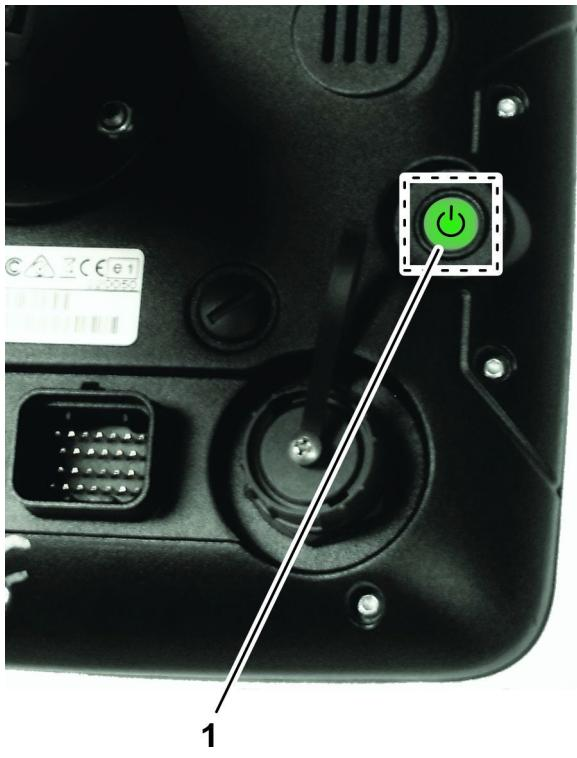

Figura 10
- **Nota:** Quando necessario, è possibile ACCENDERE l'impianto di irrorazione X25 spingendo il pulsante di alimentazione nella parte posteriore del quadro di comando (Figura 10).
Nota: In caso di emergenza, potete premere il pulsante di alimentazione nella parte posteriore del quadro di comando (Figura 10) per spegnere l'impianto di irrorazione X25.